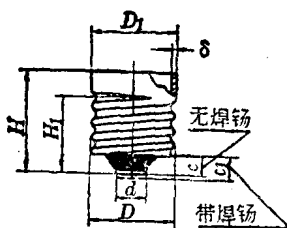

图 1
② 插口式灯头型号的组成：第一个数字——表示接触片数目，字母C——表示插口式灯头，分式的分子——表示灯头外壳的外径整数值(mm)，分母——表示灯头高度的整数值(mm)，横线 后边数字——表示灯头边缘的种类(1——无凸缘，2——小凸缘，3——大凸缘)。
2. 螺旋式灯头的尺寸应符合于图 1~5 和表 2 的规定。